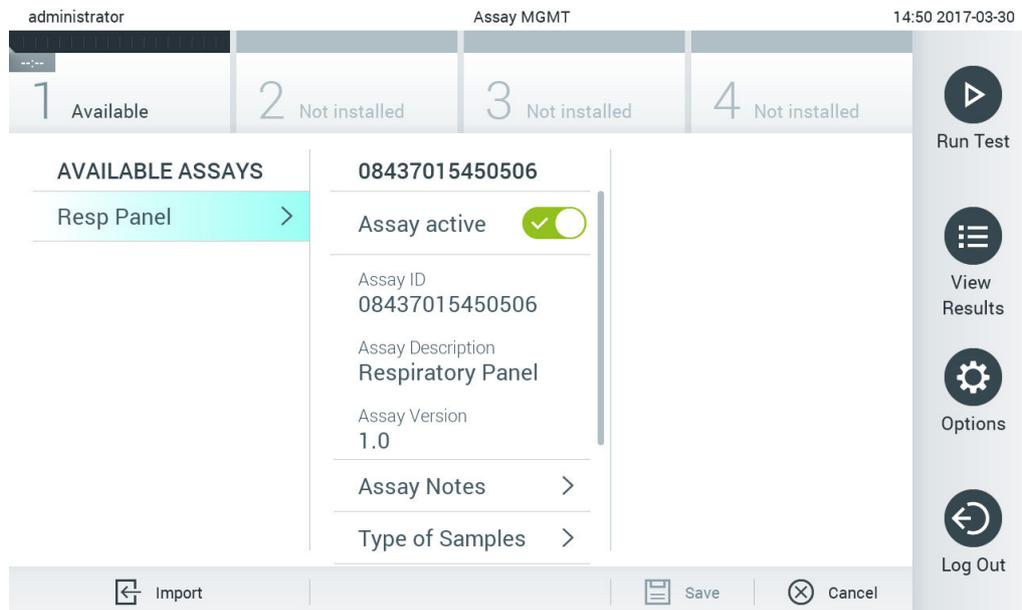

図 59. 利用可能なアッセイを管理。
1. **Options** (オプション) ボタン、次に **Assay Management** (アッセイ管理) ボタンを押して、アッセイ管理画面にアクセスします。コンテンツエリアの最初の列に、利用可能なアッセイのリストが表示されます (図 59)。